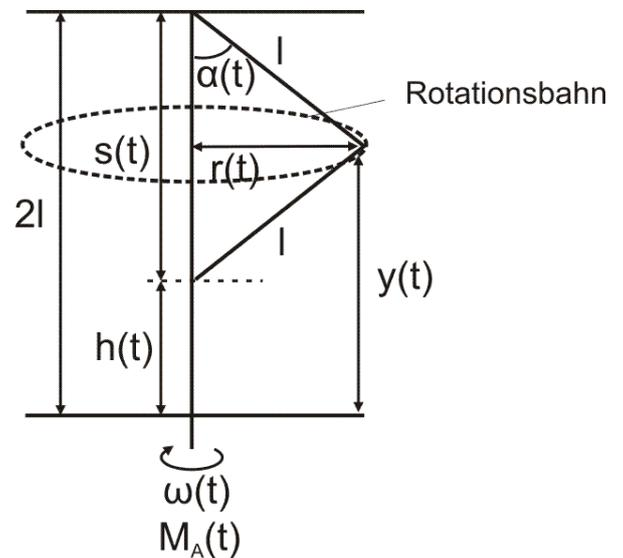

Abbildung 16:
Mit welchen zwei Variablen in Abbildung 16 lassen sich alle relevanten Energien in deren Abhängigkeit ausdrücken? Definieren Sie die Variablen als generalisierte Koordinaten für die weiteren Aufgabenteile.
- c) Die beiden Massen besitzen eine Energie aufgrund ihrer Bewegung um die Rotationsachse in Abhängigkeit von $v_{Rot}(t)$. Außerdem bewegen sich die Massen mit einer Bahngeschwindigkeit $v_{Kreis}(t)$ bei einer Änderung des Winkels $\alpha(t)$. Ersetzen Sie die beiden Geschwindigkeit durch die generalisierten Koordinaten aus Aufgabenteil a), überlegen Sie sich anhand von Abbildung 16 die Beziehungen und Zwangsbedingungen.